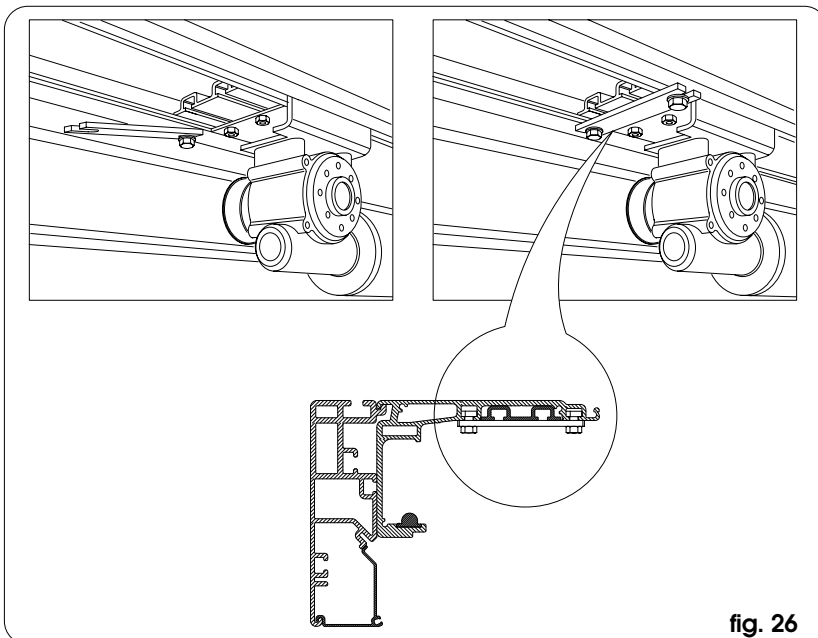

fig. 26
- Bloccare il modulo di azionamento con le 4 staffe precedentemente predisposte, utilizzando le 4 viti tiranti e i dadi in dotazione (fig. 26).